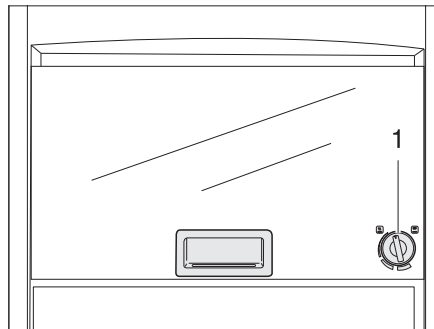

Fig. 311 Four à gaz (Dometic)
- Appuyer légèrement sur le bouton tournant (Fig. 311,1) et le tourner vers la gauche sur la position souhaitée.
- Tourner le bouton tournant (Fig. 311,1) sur "O". La flamme s'éteint.